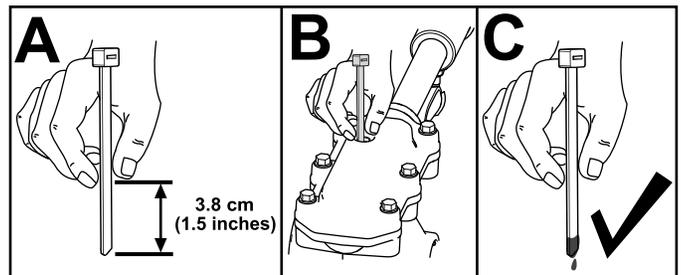

Bild 29
- 3. Überprüfen Sie den Ölstand mit einem geeigneten Messgerät, z. B. einem sauberen Kabelbinder. Das Öl sollte ca. 3,8 cm unter der Einfüllöffnung liegen (**Bild 29**).